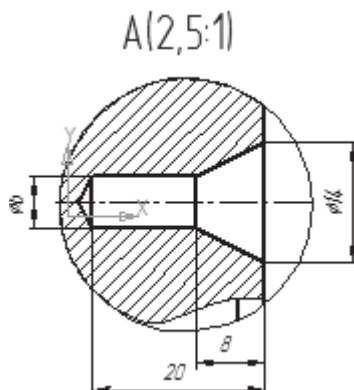

Рис. 147
10. Размеры для выносного элемента проставляются на *Виде 2* (рис. 147).